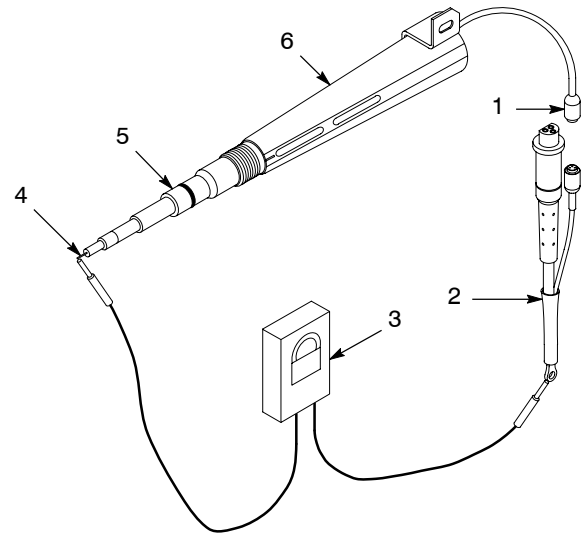

Fig.4 Contrôle de la résistance de l'ensemble multiplicateur/résistance
1. Voir la figure 4. Relier la prise de test (2) au connecteur du multiplicateur (1).
2. Relier les sondes du mégohmmètre (3) à la borne annulaire de la prise de test et à l'électrode (4). Si la valeur mesurée est infinie, inverser les sondes.